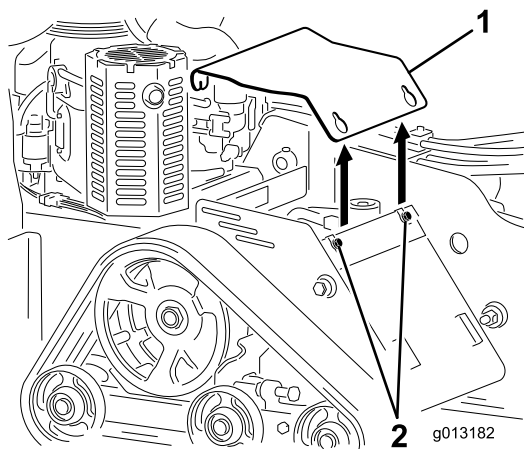

Bild 26
3. Lösen Sie nacheinander die drei Schrauben, mit denen die Abdeckplatte am Rahmen befestigt ist, bis die Abdeckung nicht mehr befestigt ist (Bild 26).
2. Schieben Sie die Abdeckplatte in die richtige Stellung und befestigen sie mit den drei vorher gelösten Schrauben (Bild 26).